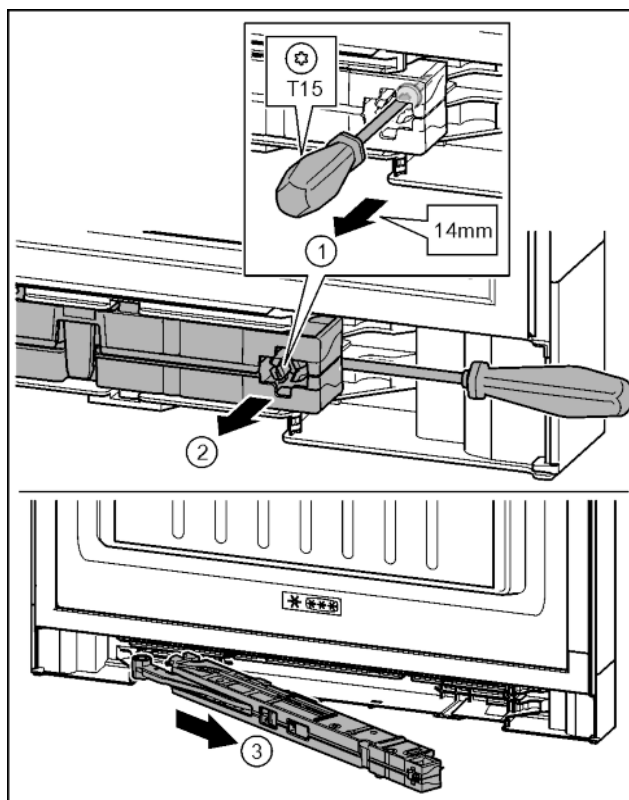

Fig. 21
- Ослабить винт на узле амортизатора с помощью отвёртки T15 примерно на 14 мм. Fig. 21 (1)
- Переместить отвёртку со стороны ручки за узел амортизатора. Повернуть узел вперед. Fig. 21 (2)
- Вытащить узел амортизатора. Fig. 21 (3)